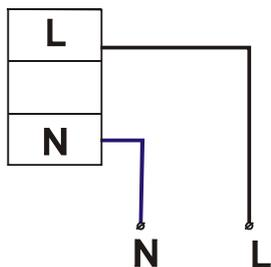

Рис.1
- 3.2 Сетевой кабель пропускается через сальник и присоединяется к клеммной колодке, L-фаза, N- нейтраль, см.рис. 1.